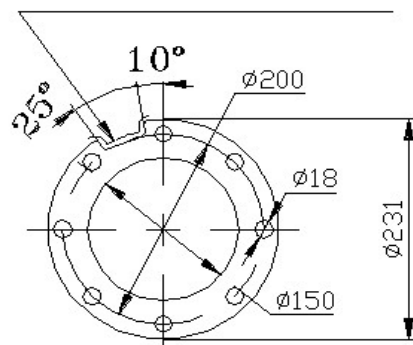

Рис.1
Агрегат ЭЦВ состоит из (см. рис.1): насосной части поз. 1; электродвигателя поз. 2; проводов токоподводящих поз. 3; клапана поз. 4; таблички поз. 5; кожуха защитного поз. 6; сетки защитной поз. 7.
6.3.2 Водоподъемную трубу с муфтой вернуть в патрубок агрегата до отказа (см. рис.1). По просьбе заказчика за отдельную плату могут поставляться переходные втулки с резьбы G3-B на G2½-B, а также переходники с резьбы G3-B на фланец.
3 Придерживая вал насоса в верхнем положении (см. п. 2), установить насос на фланец электродвигателя и замерить размер “Х” между концами валов (см. рис. 1).